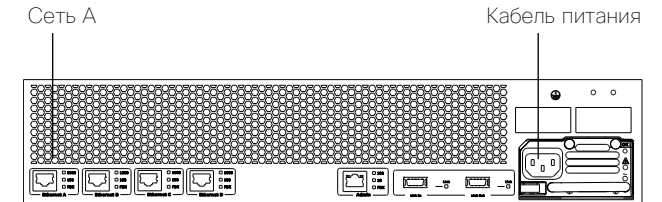

Рис. 1. Вид устройства TelePresence Server сзади
- Подсоедините кабель электропитания к задней стороне устройства TelePresence Server (см. рис. 1). Выключатель отсутствует.